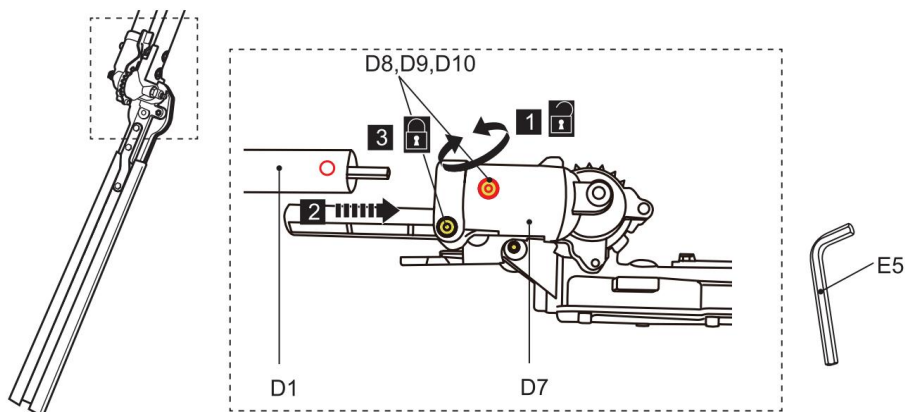

Fig. 20
- 1) Lossa bultarna (D8) med verktyg (E5) tills den nedre stolpen (D1) kan föras in i stödet (D7) (Fig. 20, steg 1). Ta inte bort bultarna (D8), fjäderbrickorna (D9) och brickorna (D10) från stödet (D7).
- 2) Rikta in och för in den nedre stolpen (D1) i stödet (D7) med en vridrörelse hela vägen till stopp tills monteringshålet är i linje med bulten. Använd pilmarkeringen för att underlätta justeringen. (Fig. 20, steg 2).
3) Dra åt bultarna (D8) för att säkra den nedre stolpen på plats (fig. 20, steg 3).